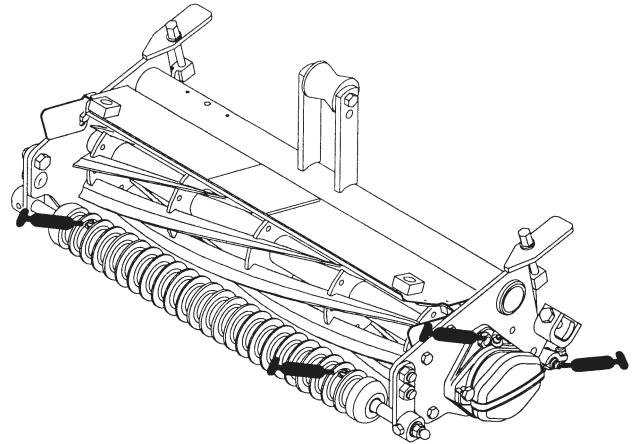

Fig. 5
1. Posizione e numero di raccordi per ingrassaggio: perno della controlama (1), cuscinetti del cilindro (2), e rulli anteriore e posteriore (2 cad.) (Fig. 5).